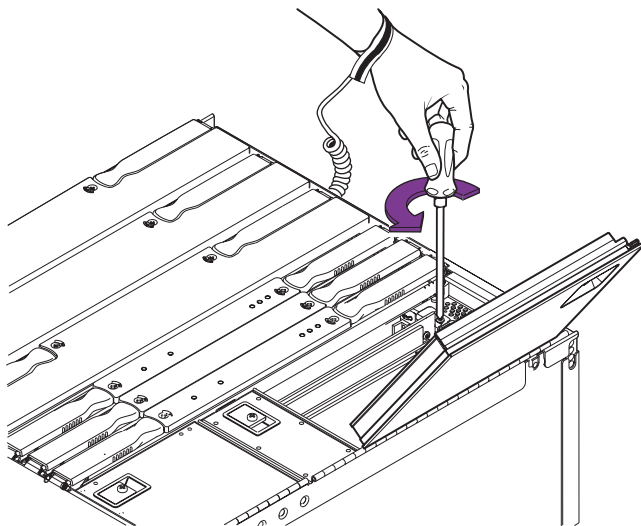
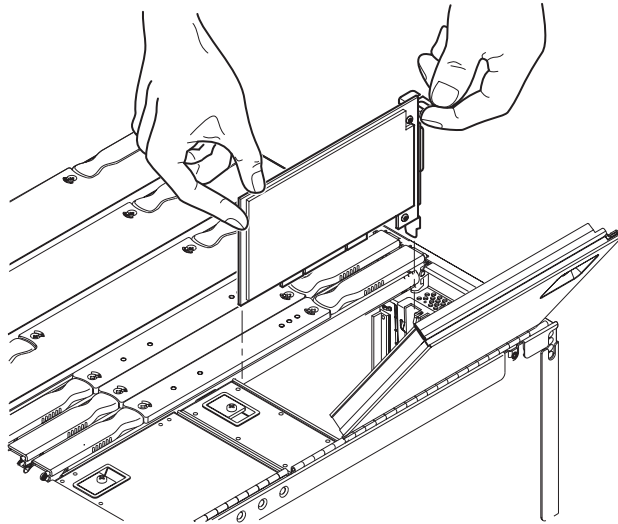

図 10-8 PCI カードを固定しているねじの取り外し
図 10-9 PCI カードの取り外し
9. 固定ねじを外します。カードが IB\_SSC のソケットから外れるまで、ゆっくりと上に持ち上げます (図 10-8 および図 10-9)。